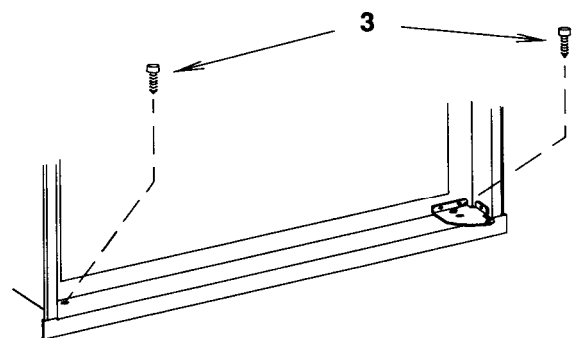

FIG. 4
2. Sobald diese untere Frontleiste sich unter dem Scharnier befindet, kann der Teil **gemäß** fig. 4 in seine Endposition gebracht werden.
3. Den **Kühlschrank** und die untere Frontleiste mit zwei Schrauben festschrauben. Eine Schraube durch das Scharnier in den Boden, die andere auf der gegenüberliegenden Seite durch die untere Frontleiste. (Fig. 4).